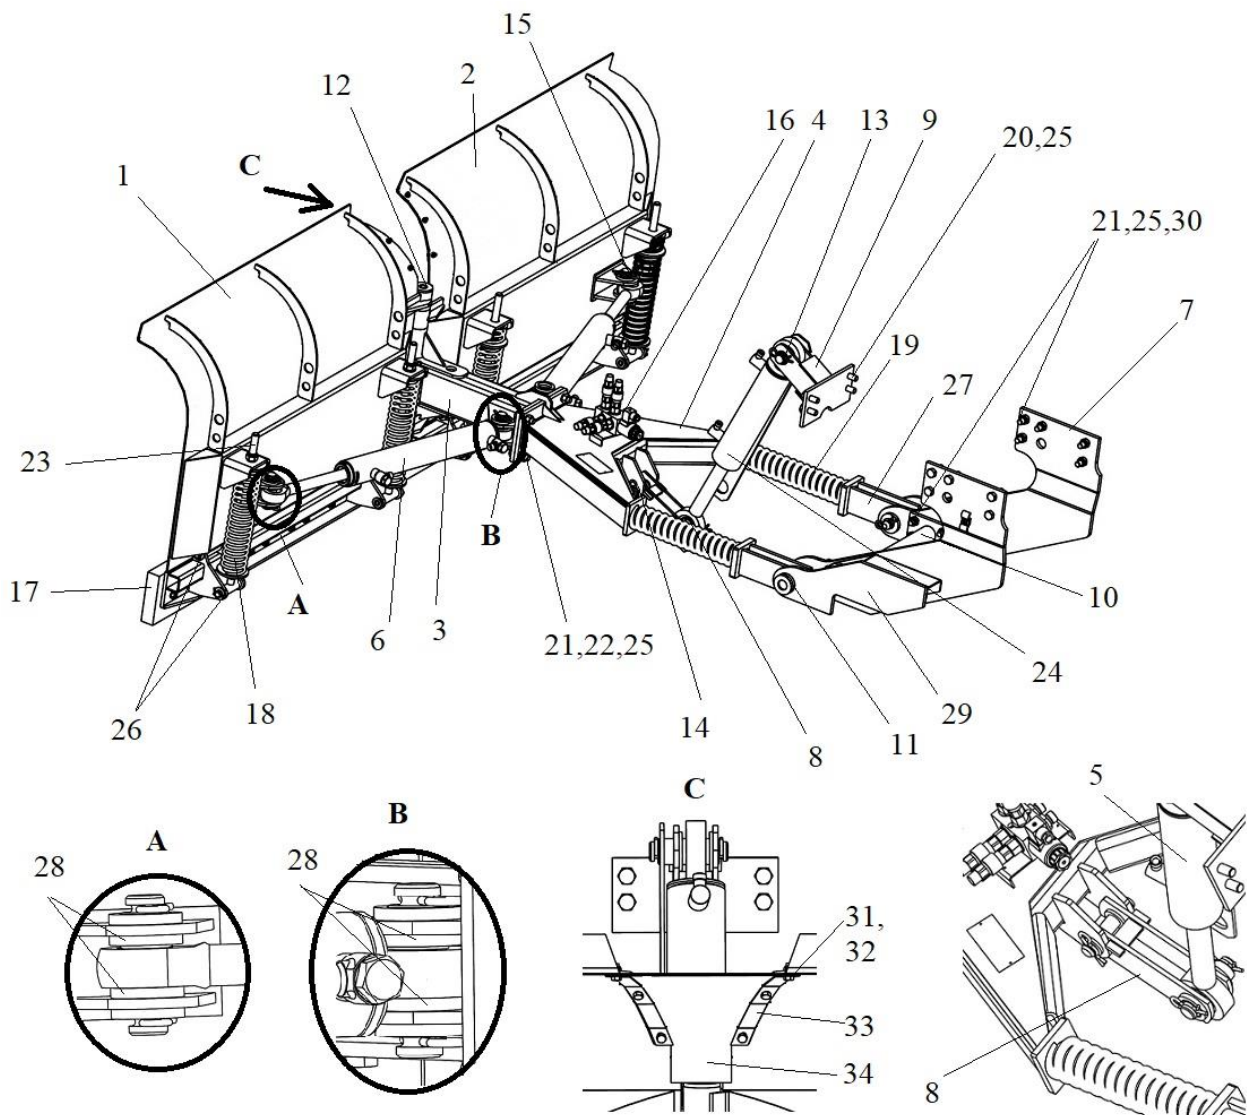

Рис. 2 Устройство отвала
Отвал-бабочка (рис. 2) состоит из отвалов 1,2, соединителя 3, толкающей рамы 4, лонжеронов 7,29, навески 9, гидроцилиндров 5, 6, распорной трубы 10.
**Внимание! Для предотвращения поломки гидроцилиндра 5 необходимо правильно установить серьгу 8 (рис.2)**